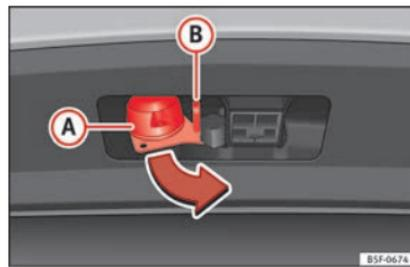

Abb. 244 13-polige Steckverbindung drehen
- Halten Sie die 13-polige Steckverbindung im Bereich **A** und ziehen Sie sie in Pfeilrichtung heraus » Abb. 244.
- Halten Sie die 13-polige Steckverbindung im Bereich **A** und stecken Sie sie entgegen der Pfeilrichtung ein » Abb. 244.
Die Sicherheitsöse **B** » Abb. 244 dient dem Einhängen des Halteseils des Anhängers. »